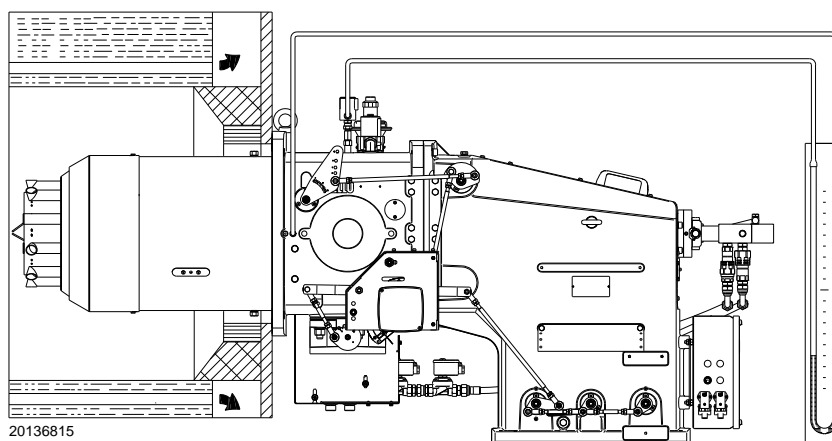

Fig. 31
- Montare un manometro a U o un manometro di tipo differenziale (Fig. 31), con presa (+) sulla pressione del gas del manicotto e (-) in camera di combustione. Serve a ricavare approssimativamente la potenza MAX del bruciatore.
L'arrivo del gas al manicotto è evidenziato dal manometro ad U (Fig. 31) oppure con l'ausilio di un manometro digitale posto sulla presa di pressione sotto il manicotto.